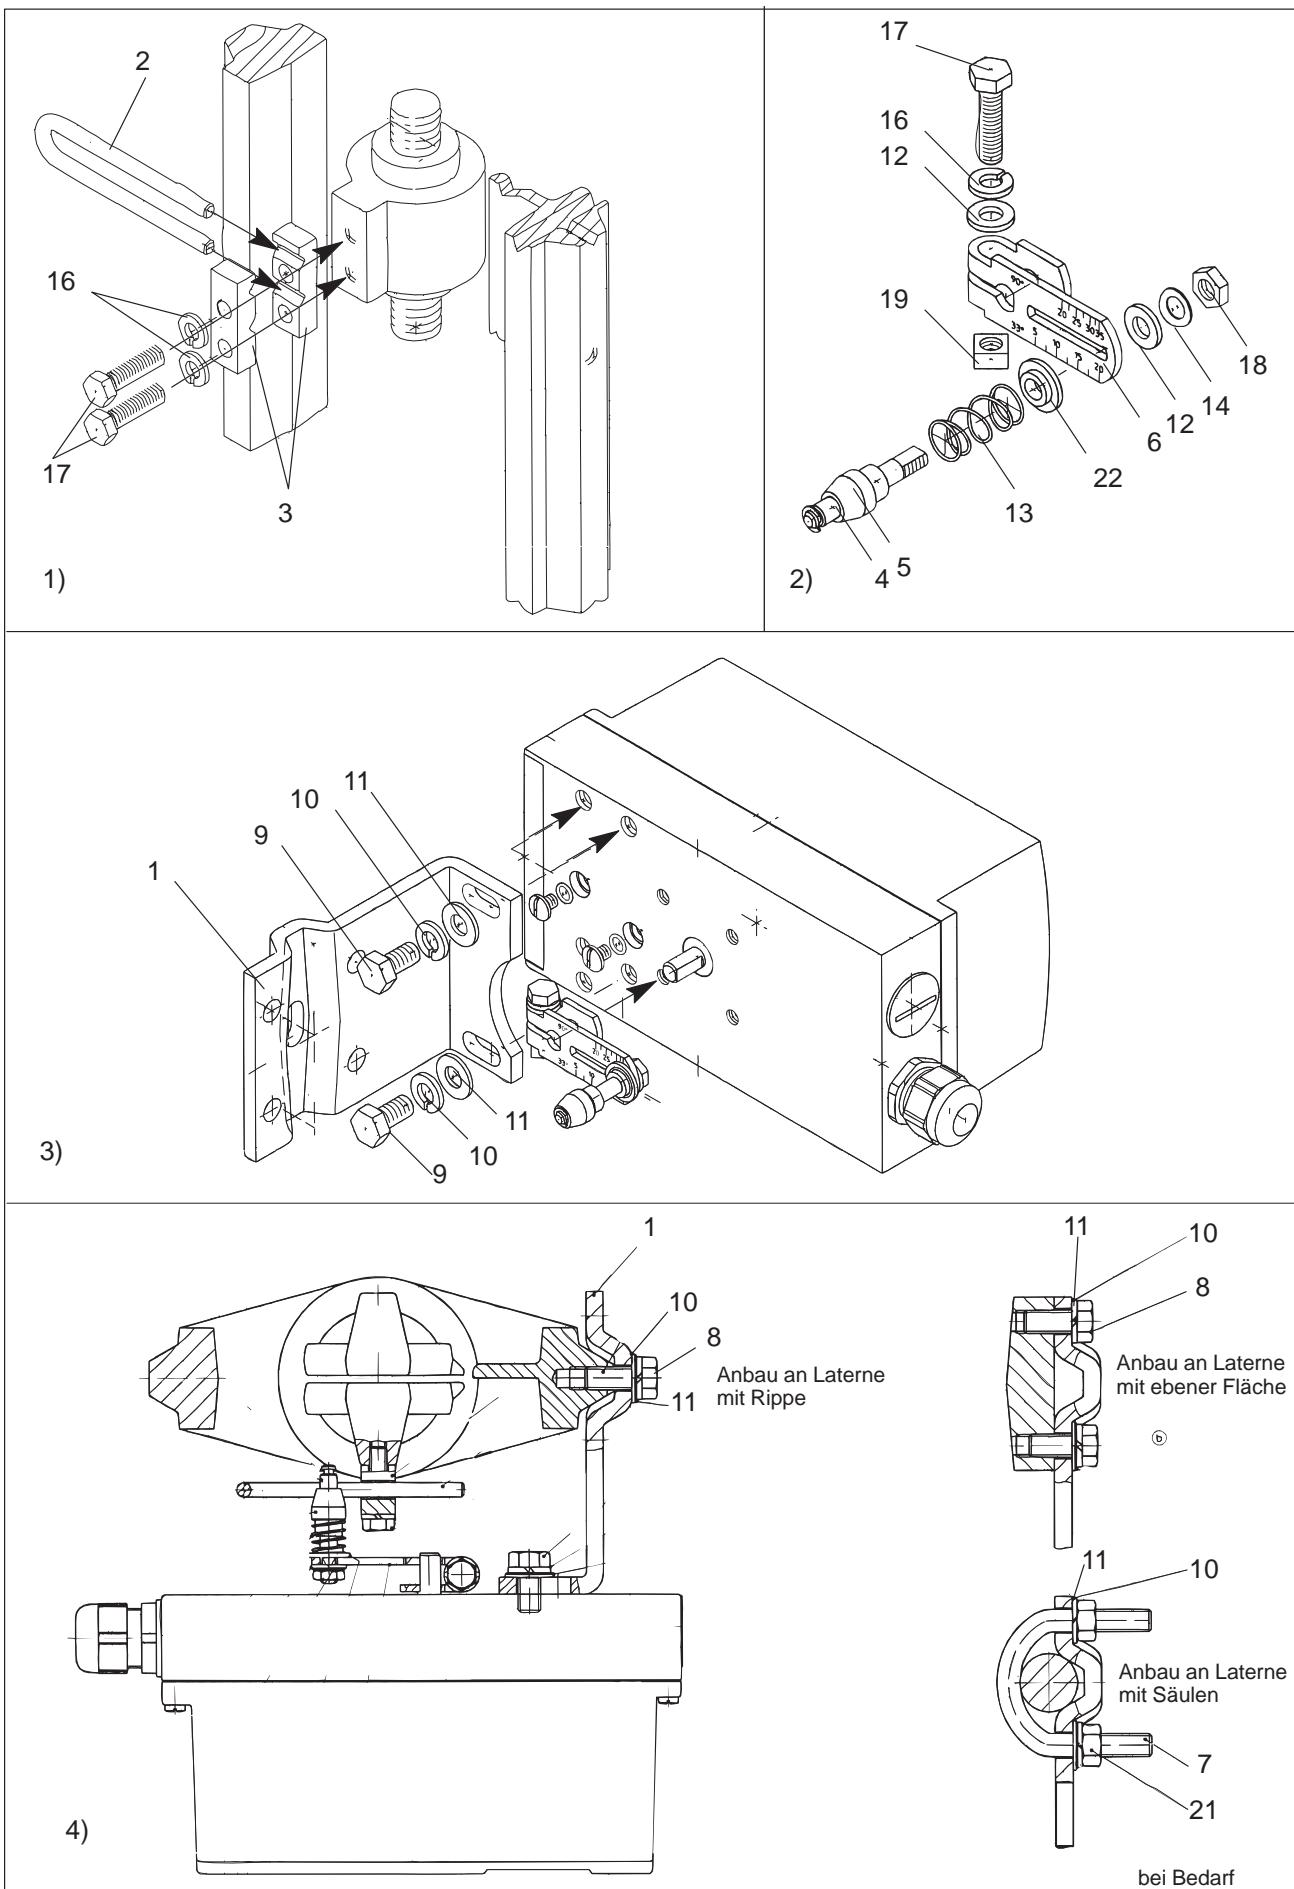

Bild 1 Montageablauf (Schubantrieb)
Im Lieferumfang Anbausatz "Schubantrieb IEC 534 (3 mm bis 35 mm)" sind enthalten (Lfd. Nr. siehe Bild 1):
#### 3.2.1 Montageablauf (siehe Bild 1)
2. Schieben Sie den Mitnehmerstift (4, Bild 1, 2) auf dem Hebel (6, Bild 1, 2) auf die dem Nennhub entsprechende oder nächsthöhere Skalenposition, und schrauben Sie den Mitnehmerstift mit der Mutter (18, Bild 1, 2) fest.